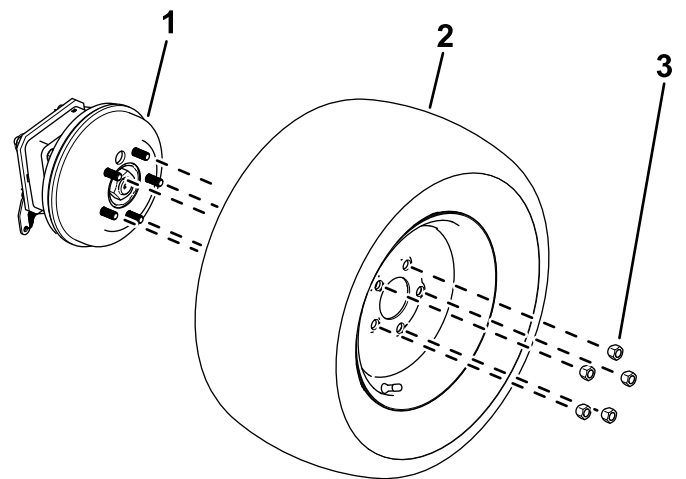

Figura 12
1. Afloje y retire las tuercas de las ruedas (Figura 12).
2. Retire las ruedas de los cubos de las ruedas (Figura 12).
- 1. Utilice las tuercas que retiró anteriormente para sujetar las ruedas a los cubos de las ruedas (Figura 12).